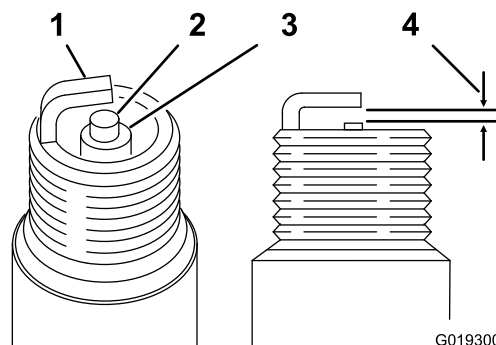

Figura 45
4. Per ciascuna candela, impostate la distanza tra gli elettrodi centrale e laterale a 0,76 mm; fate riferimento a Figura 45. Montate ciascuna candela con la giusta distanza tra gli elettrodi con una guarnizione di tenuta, quindi serrate le candele a 22 N·m.